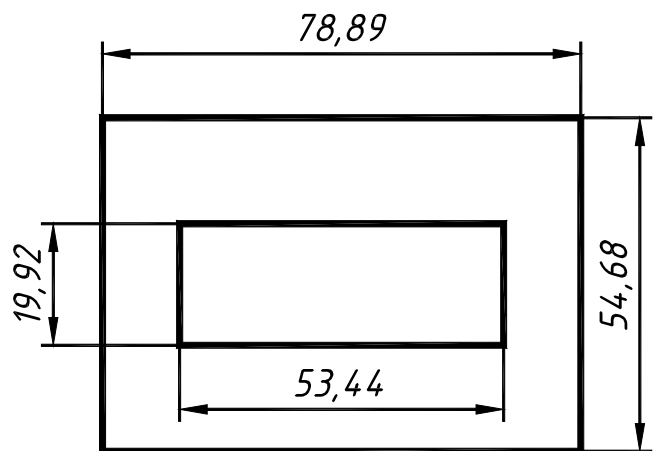

Рис. 6.6. Симметричные прямоугольники
6.2.6. Начертить два симметрично расположенных прямоугольника по заданным размерам. (рис. 6.6).